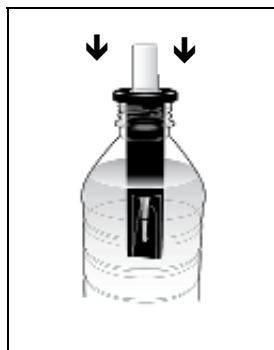

Abbildung 3
1. Die Vacu-vial-Ampulle mit der Spitze in den Schnapper. Öffnen Sie den Behälter mit dem zu prüfenden Wasser und setzen Sie den Schnapper mit der Ampulle in den Behälter, wobei darauf zu achten ist, dass die Spitze der Ampulle nicht vorzeitig abbricht. (Abb. 3).